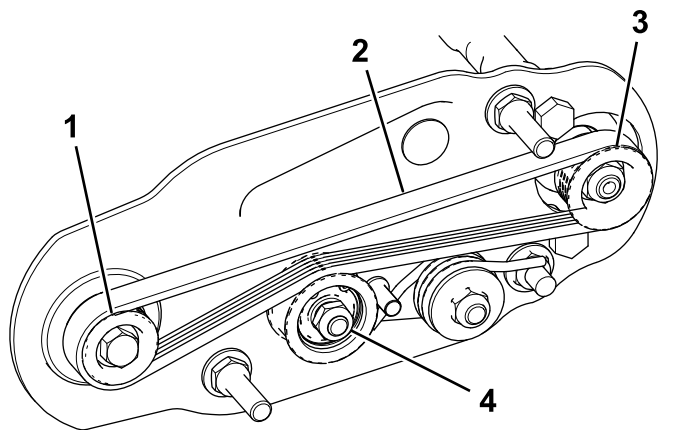

图24
- 先缠绕驱动皮带轮周围的皮带然后再缠绕怠轮皮带轮顶部上方的皮带 图24。
- 启动从动皮带轮上的皮带 图24。